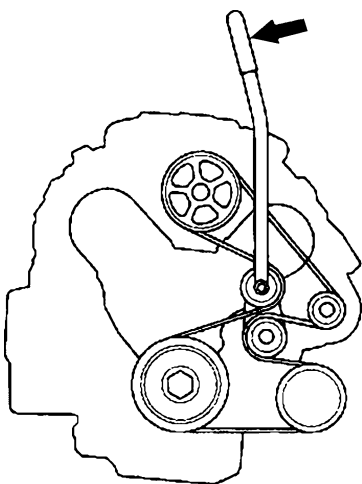

图 23-23 发动机传动带盘绕路径
- 3) 按照图 23-23 所示，记清发动机传动带盘绕路径。